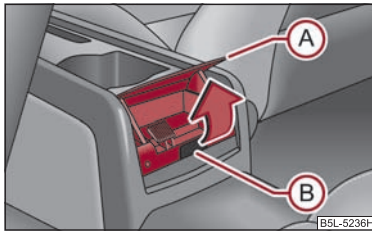

Fig. 83 Consola centrală inferioară: Scumiera spate
- Prindeți capacul scumierei de partea de jos (A) ⇒ fig. 83 și rabatați-l în sensul săgeții.